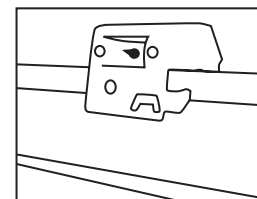
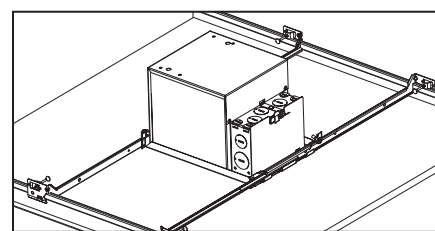

Figura 7
Figura 6
Paso 3. Ponga el accesorio en su posición y presione la barra colgante con la muesca para Barras-T integrada en las Barras-T (Figura 6). Se proporcionan agujeros adicionales para asegurar con alambre o con tornillos si se desea (Figura 7).